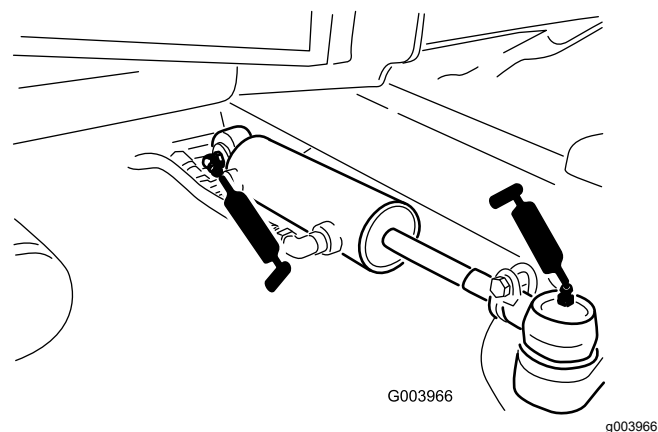

Figura 112
- Rótulas del cilindro de dirección (2) (Figura 112)